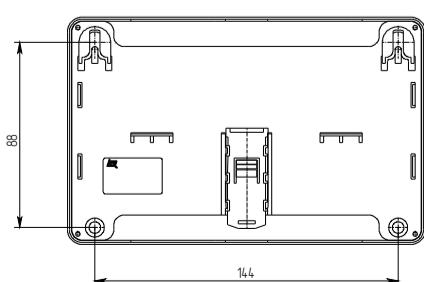

Рисунок 5
- b) смонтировать модуль на стену, используя отверстия в основании (Рисунок 5);